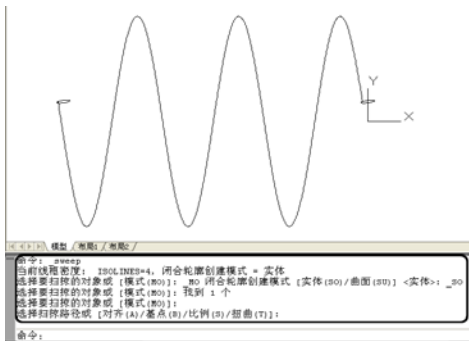

图 10.92 扫掠图形
(4) 在菜单栏中选择【绘图】/【建模】/【扫掠】命令,根据命令行提示选择圆形对象作为扫掠对象,选择螺旋线为扫掠路径,对图形进行扫掠,如图 10.92 所示。